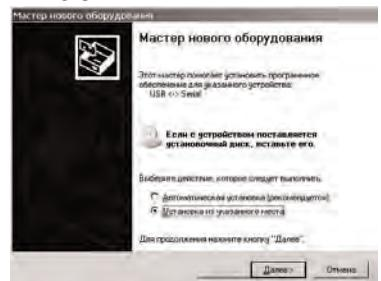
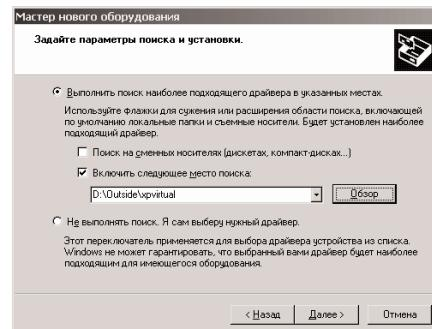

Рис.4
Рис.5
Подключить прибор к свободному USB порту персонального компьютера кабелем, поставляемым в комплекте с прибором. Подождать 5...10 с пока операционная система выдаст информацию об обнаружении нового устройства (рис. 4).
В окне Рис. 4 изменить положение переключателя на "Установка из указанного места" и нажать на кнопку "Далее". Операционная система выведет окно с запросом пути к драйверу устройства (рис. 5).
В окне Рис. 5 установить флаажок "Включить следующее место поиска" и нажать на кнопку "Обзор". В появившемся окне выбрать путь к драйверу (драйвер находится на прилагаемом диске в папке d:\Программы\Драйвер ПС1, ПС2\USB_RS_485_Adapter\Win_98_v5 - для ОС Windows 98(ME) и d:\Программы\Драйвер ПС1, ПС2\USB_RS_485_Adapter\Win_XP - для Win2000, WinXP, Win7).